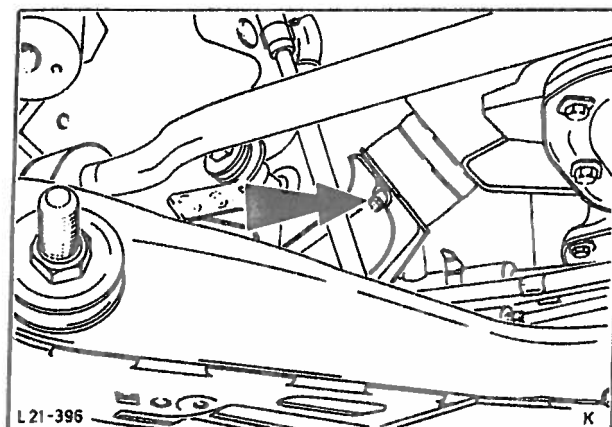

Fig. 27 Motorfeste.
25. Skru fast motorfestene til forstillings-travers, fig. 27. Monter eksosrøret til eksosmanifolden og kople til starterkabelen.